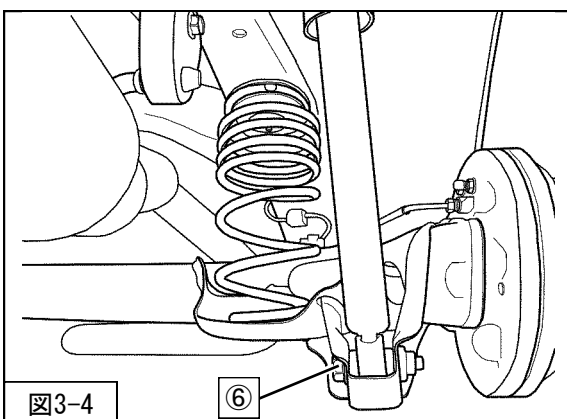

図3-4
- ④リアショックアブソーバASSYアッパー取付ナット
- ⑤リアショックアブソーバアッパーワッシャは使用しません。
5. ⑥リアショックアブソーバASSYロア取付ボルトを取外してください。(図3-4)